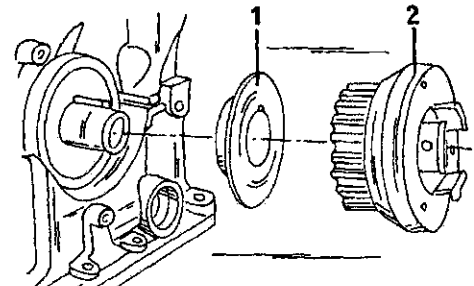

Рис. 61. Детали с передней стороны коленчатого вала.
• Надеть с передней стороны коленчатого вала шайбы (1) и зубчатый шкив коленчатого вала (Рис. 61). Ввернуть болт и затянуть его моментом 110 нм. При этом нужно опять заблокировать маховик. Работая с этой стороны блока цилиндров, вставить в проточку уплотнительное кольцо круглого сечения. Закрепить также гайкой временно натяжной ролик зубчатого ремня.